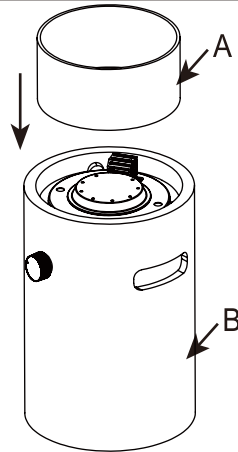

Abbildung 4
3. Setzen Sie die Glasscheibe (A) auf die Oberseite des Feuerstellenkörpers (B) (siehe Abbildung 4).